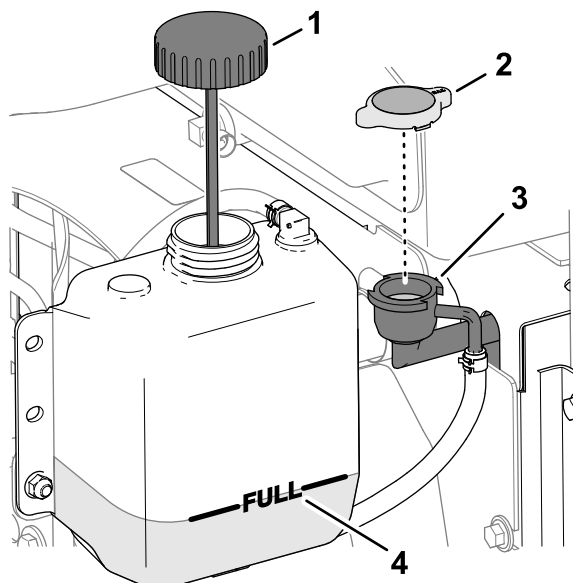

図 155
3. ラジエターキャップを注意深く取る **図 155**。
**注** ラジエターの補給口まであれば液量は適正である **図 155**。